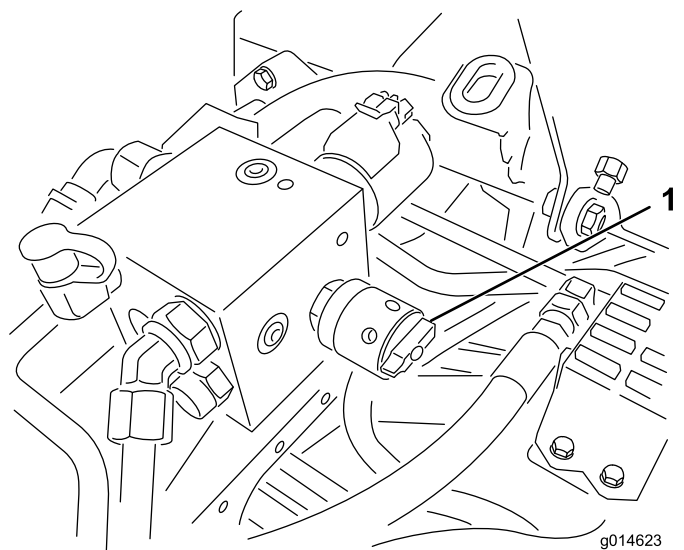

Рисунок 52
- Настройте частоту вращения барабана, повернув регулятор (Рисунок 52) так, чтобы стрелка указателя совместились с номером, который вы определили при выполнении пункта 3.
6. Поверните регулятор частоты вращения барабана в положение 1 (Рисунок 52).